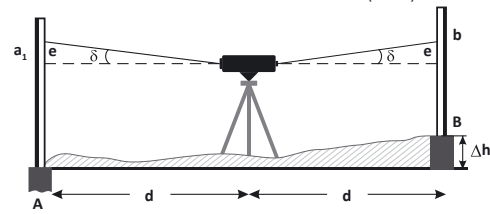

Abb. 9
- Stellen Sie das Nivelliergerät in der Mitte zwischen zwei Nivellierlaten auf, die ca. 50 m voneinander entfernt sind. Lesen Sie die Höhe an Punkt A und Punkt B ab. Berechnen Sie die Differenz $dh = a_1 - b_1$ (Abb.9).